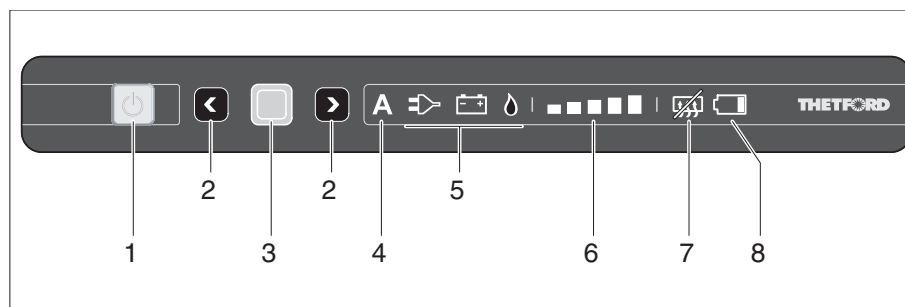

Fig. 356 Elementos de mando e indicación del frigorífico (Thetford sin SES)
- Presionar el pulsador (Fig. 356,1). El pulsador verde se enciende. Presionar de nuevo el pulsador para visualizar la configuración actual.
- Presionar el pulsador (Fig. 356,1) y retenerlo. Todas las luces de control se apagan.
Si se selecciona el funcionamiento automático, en el panel de mando se enciende el visualizador de funcionamiento automático (Fig. 356,4) y la mejor fuente disponible (Fig. 356,5).
- Pulsar la tecla de confirmación (Fig. 356,3) y retenerla. Los símbolos de modos de funcionamiento (Fig. 356,5) comienzan parpadear.
- Con las teclas de selección (Fig. 356,2) seleccionar el funcionamiento a gas y aceptar la selección con la tecla de confirmación (Fig. 356,3).
- Con las teclas de selección (Fig. 356,2) seleccionar el funcionamiento con 230 V y aceptar la selección con la tecla de confirmación (Fig. 356,3).
- Con las teclas de selección (Fig. 356,2) seleccionar el funcionamiento con 12 V y aceptar la selección con la tecla de confirmación (Fig. 356,3).
- Pulsar de nuevo la tecla de confirmación (Fig. 356,3). El visualizador de niveles de refrigeración (Fig. 356,6) comienza a parpadear.
- Con las teclas de selección (Fig. 356,2) seleccionar el nivel de refrigeración deseado y aceptar la selección con la tecla de confirmación (Fig. 356,3).